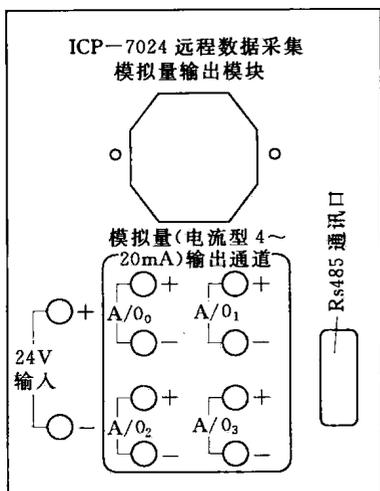

图 1.8
(2) ICP—7024（8024）量输出模块。面板如图 1.8 所示，亚当 ICP—7024 模块 24V 供电，提供了 4 通道的输出端口。每一通道根据功能表（表 1.3）可输入允许范围的电压或电流。支持 485 通信。